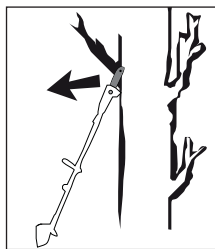

Fig. 2
- Der kan forekomme tilbageslag, hvis spidsen af sværdet ⑩ rører ved en genstand, eller hvis træet bøjer sig, og savkæden ⑪ sætter sig fast i snittet (se fig. 2).